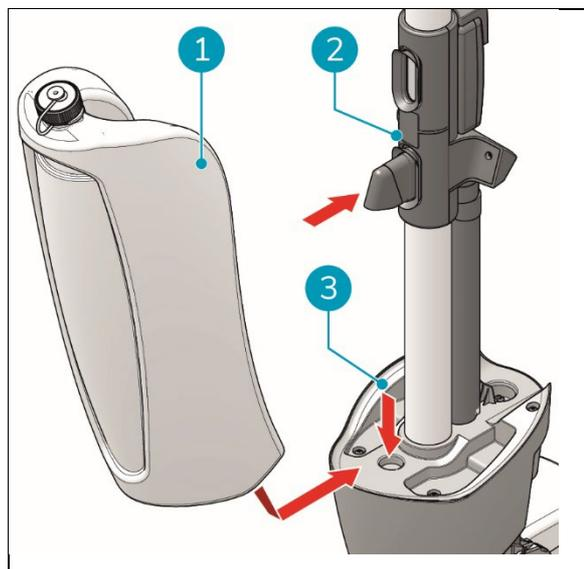

Abbildung 12
1. Legen Sie den Boden des Schmutzwassertanks (Abbildung 12, Pos. 1) auf die Vorderseite des i-mop® XL Pro (Abbildung 12, Pos. 3).
2. Drücken Sie den oberen Teil des Behälters in die richtige Position, bis Sie ein "Klick"-Geräusch hören, der Magnet (Abbildung 12, Pos. 2) verriegelt den Rückgewinnungsbehälter in seiner Position.